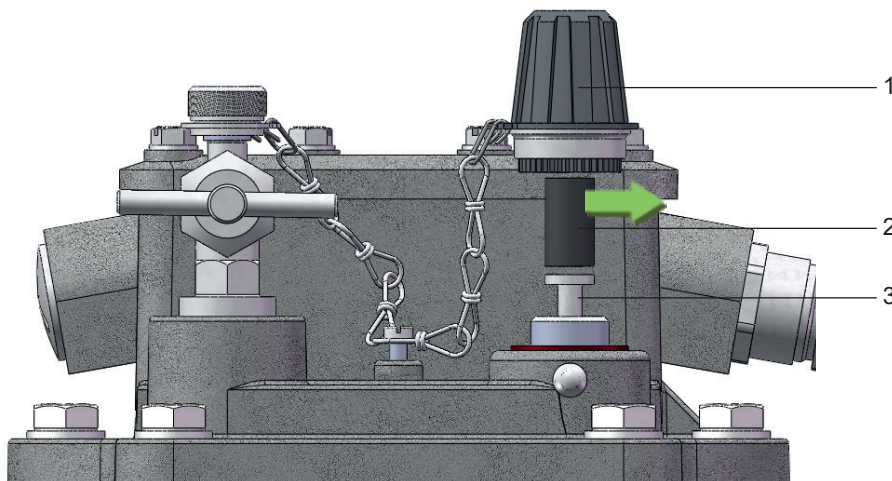

Fig. 13 - Enlever le dispositif de sécurité de transport
- Dévisser le grand écrou borgne (Fig. 13/ n° 1) de la touche d'essai (Fig. 13/ n° 3)
- Enlever le dispositif de sécurité de transport (Fig. 13/ n° 2) de l'écrou borgne